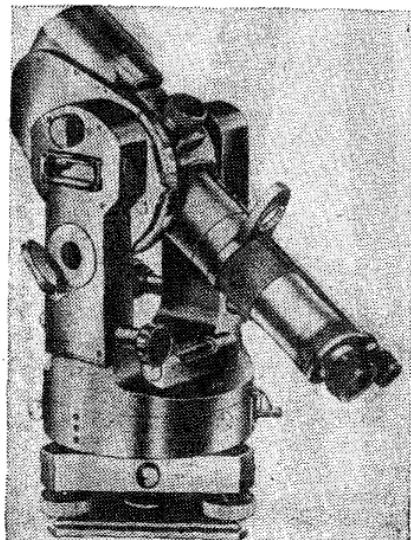

Рис. 9. Редукционный тахеометр Redta 002
**2.19. Редукционный тахеометр Redta 002** (рис. 9) предназначен для измерения углов и линий в ходах полигонометрии с относительной погрешностью 1 : 5000. Может быть использован для определения координат углов кварталов и отдельных зданий и сооружений при комбинированном способе горизонтальной съемки.